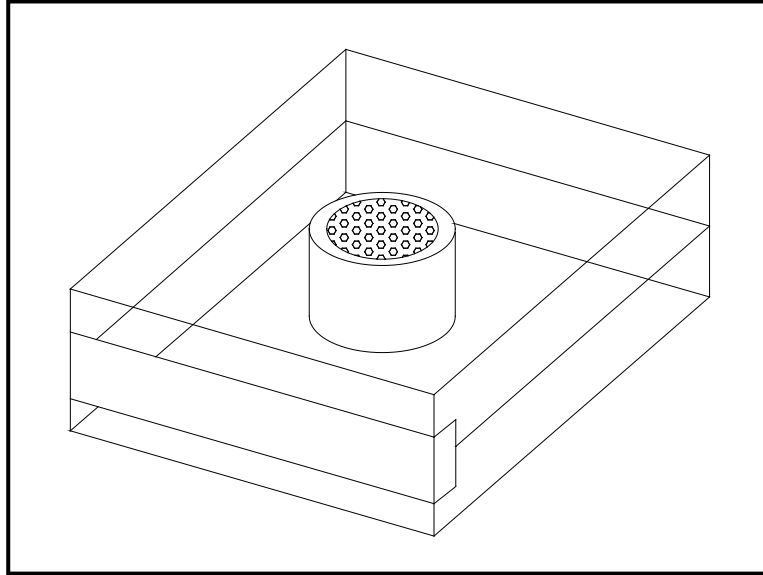

Abbildung 3: Verpackter Sauerstoffsensor
1. Entnehmen Sie den oxy.IQ und den separat verpackten Sauerstoffsensor (siehe *Abbildung 3* unten) aus dem Versandbehälter. Bewahren Sie den Versandbehälter und das Verpackungsmaterial für eine mögliche zukünftige Verwendung auf.
5. Öffnen Sie die luftdichte Verpackung (siehe Abbildung 3) und nehmen Sie den Sauerstoffsensor aus der Verpackung. Um das Energieniveau des Sauerstoffsensors aufrechtzuerhalten, entfernen Sie die rote Erdungslasche und installieren Sie den Sensor sofort im oxy.IQ